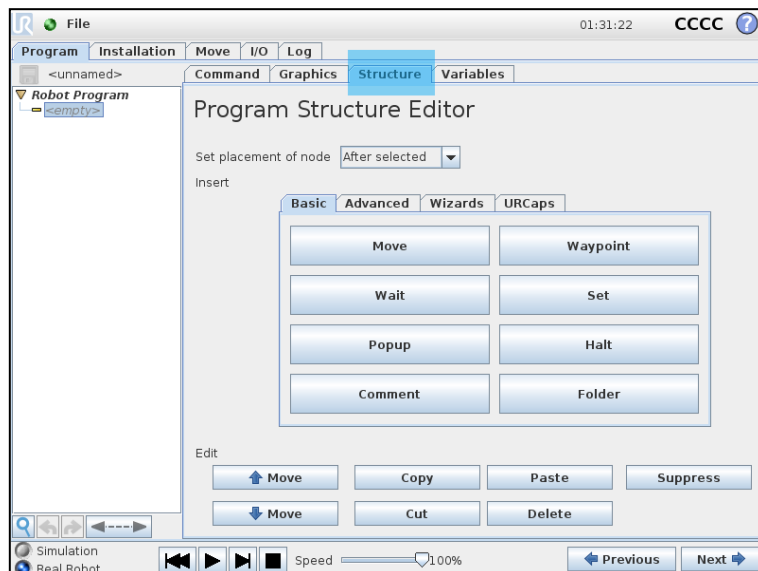

图 5.15 编辑命令
6. 点击 **Program** 工程编辑页面，点击工程编辑的 **Structure** 按钮，调取编辑命令。如图 5.15 所示。